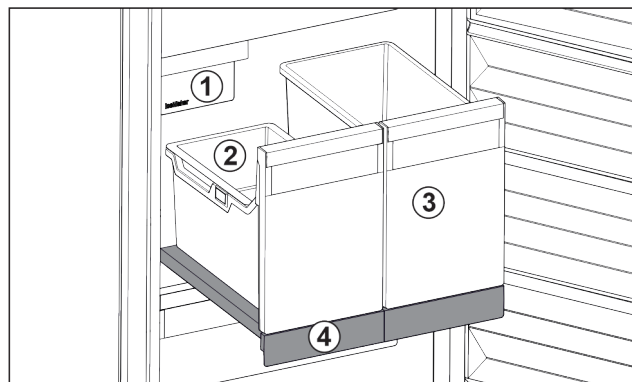

Fig. 79 Izvlačna ploča s IceTower
- (1) IceMaker
- (2) Ovjесna posuda za kockice leda
- (3) Spremnik za npr. pizzu, alkoholna pića
- (4) Izvlačna ploča
Na izvlačnoj ploči se nalaze dva visoka spremnika (IceTower). U spremniku se skupljaju i spremaju Fig. 79 (2) kockice leda iz IceMaker. Spremnik Fig. 79 (3) je prikladan za čuvanje visokih namirnica kao što su pizza ili alkoholna pića. Izvlačna ploča s IceTower montirana je na staklenoj ploči s izvlačnim vodilicama. Izvlačnu ploču možete rastaviti radi čišćenja.